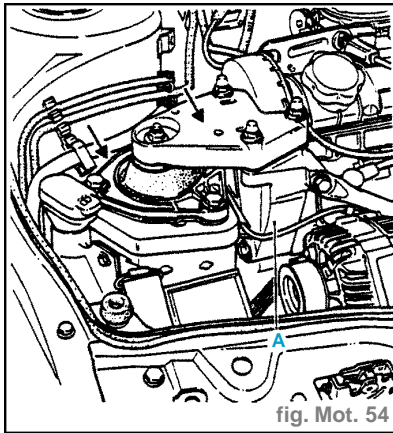

fig. Mot. 54
- Déposer le support de suspension pendulaire (A) sur la culasse, ainsi que la courroie de distribution (fig. Mot.54).